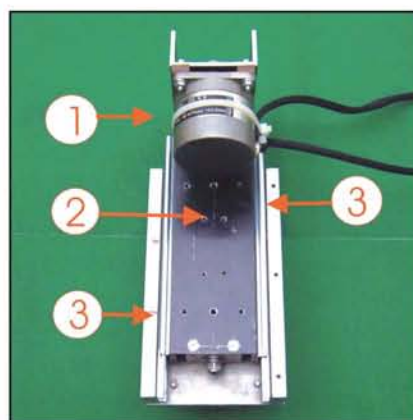

Fig. 8 - Asse scorrevole verticale (asse Z) vista posteriore:
3. Supporto scorrevole contenente: motore, barra filettata e guide per lo spostamento in verticale alto-basso dell'utensile, asse Z (figure 8 e 9).